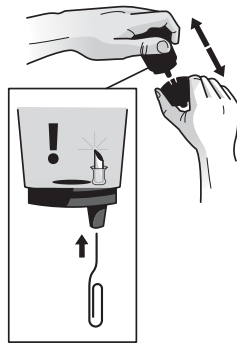

FIGURA 1
2. **Limpieza del embudo** – El embudo se puede retirar del receptáculo del K-Cup halando hasta que se libere (figura 1). El embudo se puede lavar en el lavaplatos. Para volver a colocar, simplemente encaje de nuevo en el ensamble del receptáculo del K-Cup.
3. **Limpieza de la aguja de salida** – La aguja de salida se encuentra en la parte inferior interna del ensamble del receptáculo del K-Cup. Si ocurre una obstrucción por el café molido, se puede limpiar con un clip para papel o una herramienta similar. Retire el ensamble del receptáculo del K-Cup y desprenda el embudo. Inserte el clip para papel (como se muestra en la figura 1) en la aguja para aflojar la obstrucción y empujarla. El receptáculo del K-Cup se puede lavar en el lavaplatos.